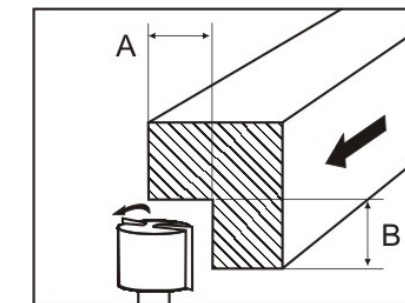

Рис.4
12.1. Отводящая часть (12) направляющей (3) обеспечивает опору для обработанной части заготовки при выполнении фрезерования. Устанавливается в плоскости по касательной окружности режущей кромки фрезы.
13. ГЛУБИНА / ВЫСОТА ФРЕЗЕРОВАНИЯ (Рис.4)
Опустите кожух (4), Рис.4, включите фрезер и подавайте заготовку. Подавайте заготовку плавно и равномерно.